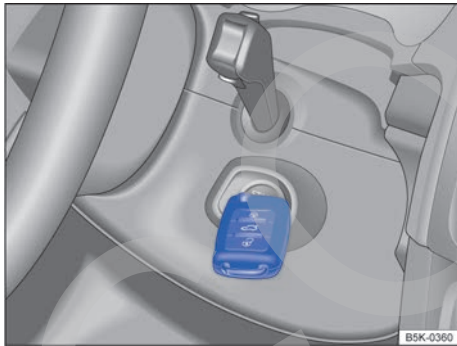

Fig. 92 En el lado derecho de la columna de dirección: función de arranque de emergencia.
- Inmediatamente después de presionar el pulsador de encendido y arranque, mantenga la llave junto al guarnecido derecho de la columna de dirección → fig. 92.